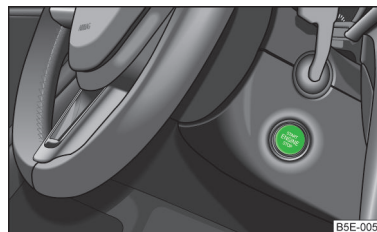

Fig. 116
- Opriți motorul, respectiv decuplați contactul prin apăsarea butonului de pornire » fig. 116.
- Apăsăți scurt butonul de pornire » fig. 116 la pagina 125.
- Apăsăți scurt butonul de pornire » fig. 116 la pagina 125 - motorul pornește automat.
➤ Apăsăți butonul de pornire » **fig. 116** la pagina 125.
➤ Apăsăți butonul de pornire » **fig. 116** la pagina 125 timp de peste 1 secundă dau de două ori în interval de 1 secundă.